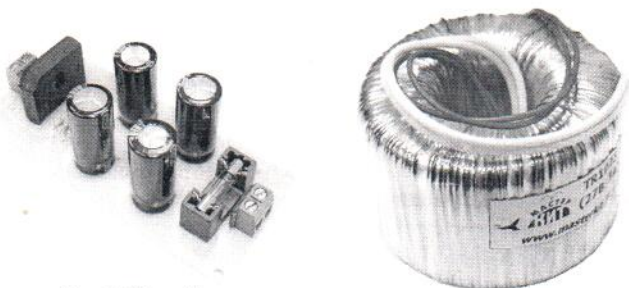
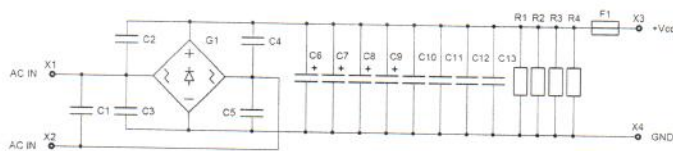
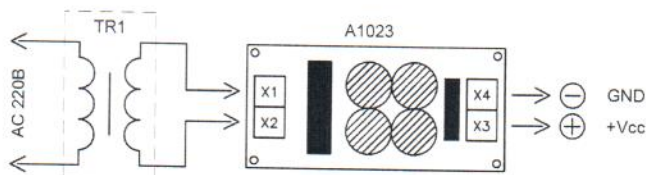

Рис.1 Общий вид устройства и тороидального трансформатора
Рис.2 Схема электрическая принципиальная
Рис.3 Схема подключения
Общий вид устройства и тороидального трансформатора представлен на **рис.1**, схема электрическая принципиальная – **рис.2**.
Принципиальная электрическая схема приведена на **рис.2**, схема подключения на **рис.3**.
2. Подключите трансформатор и нагрузку согласно схеме подключения **рис.3**.